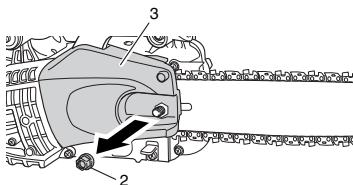
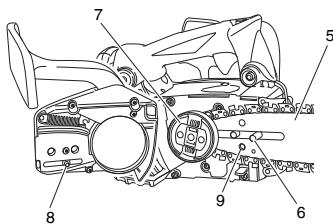

Fig. 2
Fig. 4
- Quite la tuerca de fijación (2) de la barra de guía. Quite la caja lateral (3). (**Fig. 2**)
- Instale la barra de guía (5) en los pernos (6) y, a continuación, empujela hacia la rueda dentada (7) lo más lejos posible. (**Fig. 4**)
- Instale la caja lateral (3) en los pernos (6). Asegúrese de que la cabecilla del tornillo de ajuste (8) de tensión de cadena esté fija en el agujero de la barra (9). (**Fig. 4**) Luego, apriete la tuerca de fijación (2) manualmente permitiendo que el extremo de la barra de la guía se mueva de arriba a hacia abajo fácilmente. (**Fig. 2**)